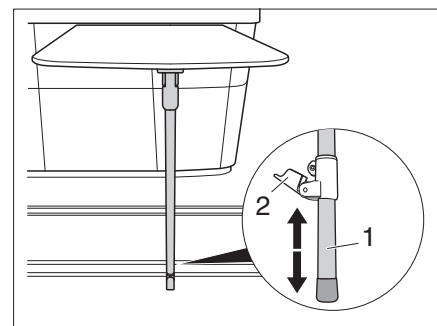

Figura 13 Ajustar la altura
- Desplazar el tubo interior (Figura 13,1) hasta que el tablero de mesa quede horizontal.
- Presionar la fijación (Figura 13,2) hacia arriba.